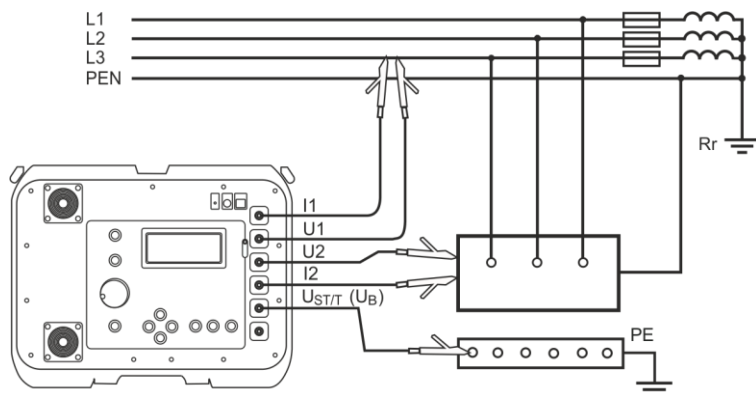
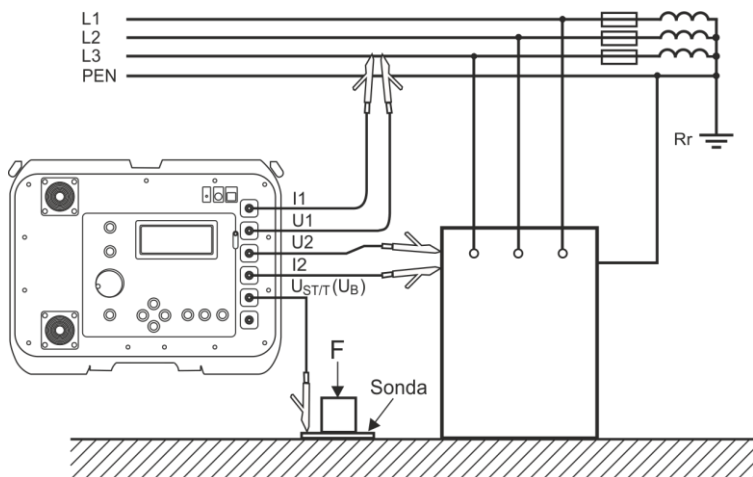

Fig. 14 Misura della tensione di contatto a vuoto U_{ST}
Fig. 15 Misura della tensione di contatto effettivo U_T
- collega i cavi di prova come in Fig. 14 o Fig. 15.
Il valore della tensione di contatto effettiva U_T viene eseguita quando nel misuratore si collega un resistore aggiuntivo del valore di 1 k Ω tra i terminali U_2 e $U_{ST/T}$ (U_B). Il resistore equivale alla resistenza umana, e il terminale $U_{ST/T}$ (U_B) si collega ad un elettrodo (sonda) che simula i piedi umani, posto sul terreno (Fig. 15), il cui'esecuzione e il carico sono descritti dalle norme pertinenti